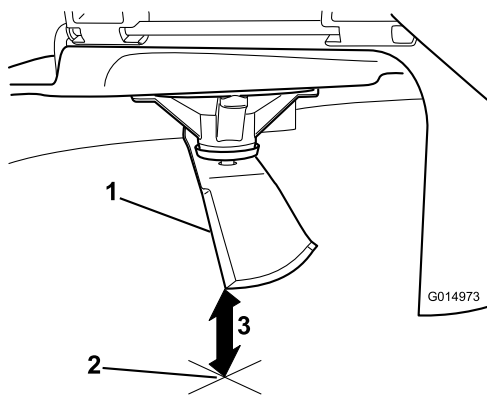

**Bild 63**
4. Drehen Sie dasselbe Messer um 180 Grad, sodass die andere Schnittkante jetzt in derselben Stellung ist (**Bild 63**).